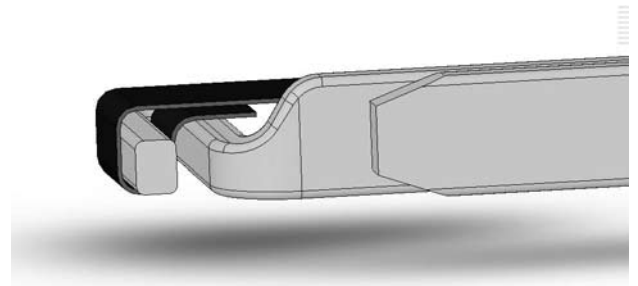

Fig. 3
3. Ramenez le strip à séparer en le passant par-dessus le segment débordant de 3,5 mm du strip à séparer, voir figure 3. Le strip à séparer est maintenant fermement en place sur l'avant du porte-strip.